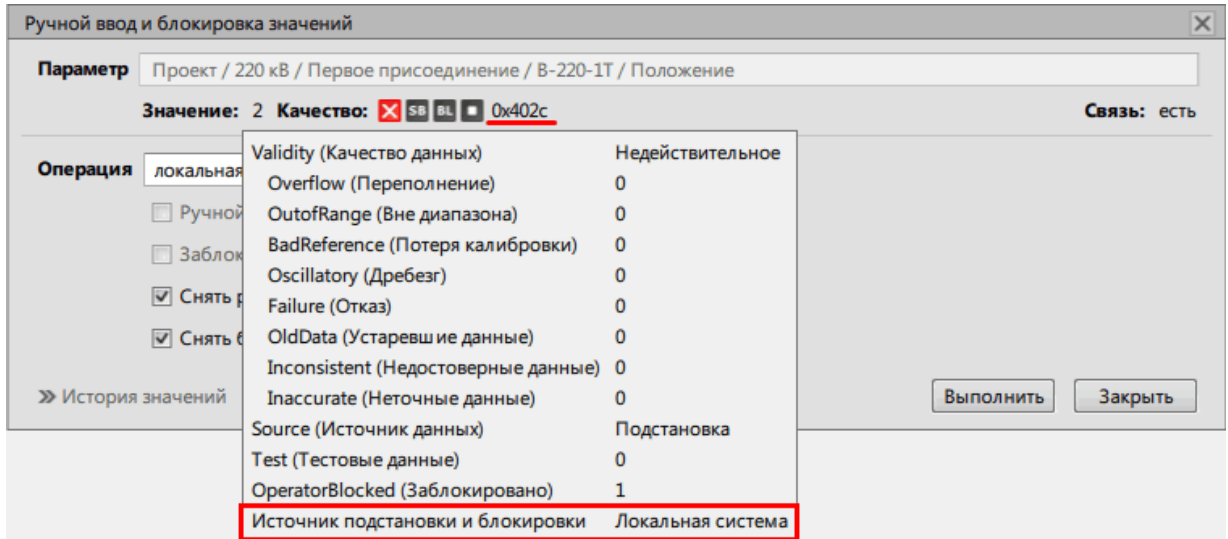

Рисунок 183 - Источник подстановки и блокировки
1. На основе атрибута качества **Источник подстанции и блокировки** выберите тип операции: «Внешняя система» – «внешняя» операция, «Локальная система» – «локальная» операция (Рисунок 183).